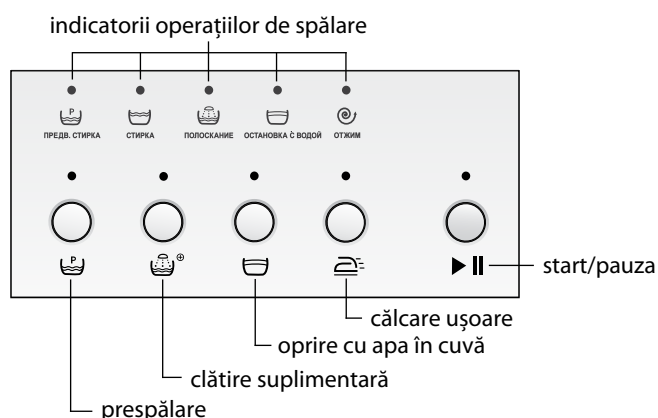

Figura 3 – Afșișajul și butoanele de comandă
Fiecare buton are un indicator și este marcat cu simbol pe panoul de comandă, în conformitate cu Figura 3. Pentru a selecta funcția auxiliară dorită, apăsați butonul corespunzător.
**1.4.1** Pentru a selecta funcția auxiliară, apăsați butonul corespunzător acestei funcții – se aprinde indicatorul în conformitate cu Figura 3. La apăsare repetată, indicatorul de lumină se stinge, funcția se anulează.